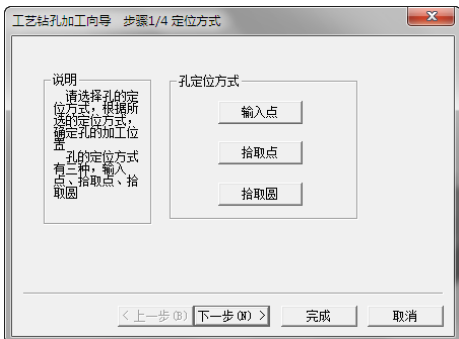
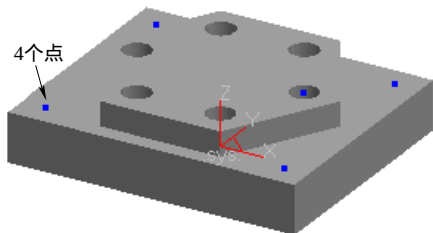

图 8-133 “工艺钻孔加工向导”对话框
图 8-134 选择点
2) 选择下拉菜单“加工”→“其他加工”→“工艺钻孔加工”命令, 弹出“工艺钻孔加工向导”对话框, 如图 8-133 所示。单击“输入点”按钮, 按住 CTRL 键在屏幕上选择如图 8-134 所示的 4 个点所在位置, 单击鼠标右键确定。